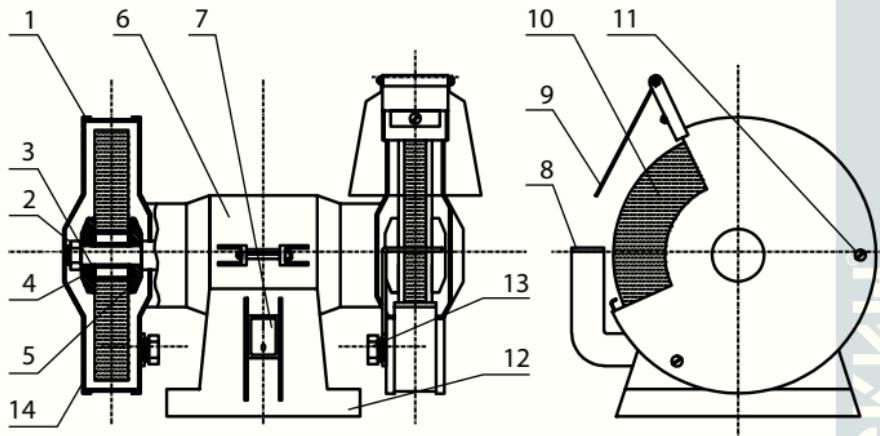

Рисунок 1 – Точильный станок
2. Установить и закрепить экран прозрачный (9), подручник (8) (рис.1).
- ослабляется гайка (2) (см. рис.1);
- затягивается гайка (2);
ВНИМАНИЕ! Установка шлифовального круга без картонных прокладок (3) (рис. 1) не допустима. Запрещается заменять вилку двухполюсную с заземляющим контактом на вилку двухполюсную без заземления.